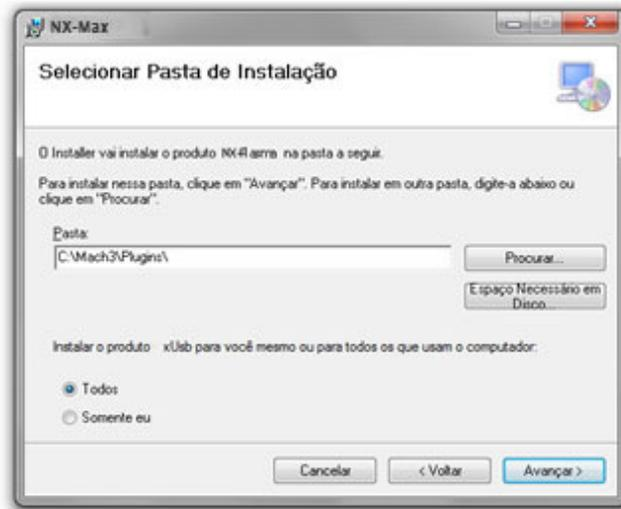

Figura 13
- A tela para a seleção da pasta de instalação para o plugin (Figura 13) será mostrada, e normalmente o caminho padrão é o “**C:\Mach3\Plugins**”. Se o Mach3 não se encontra neste caminho, será necessário especificar o caminho correto. Exemplo: “C:\CNC\Plugins”.